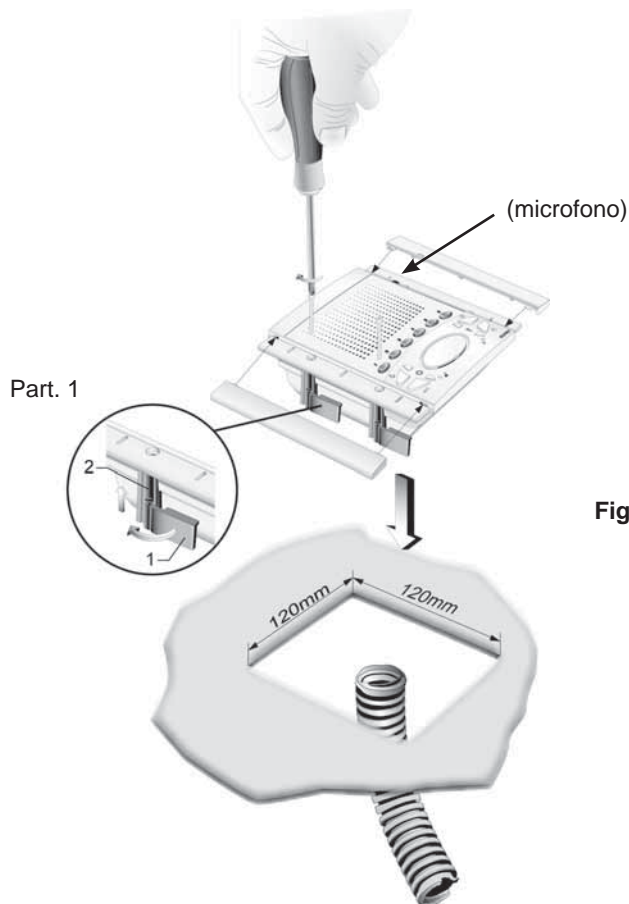

Fig. 2A
- Fissare le staffe al citofono come indicato in figura, tenendo i cursori allineati ai fianchi del citofono (Part. 1, Fig. 2A).